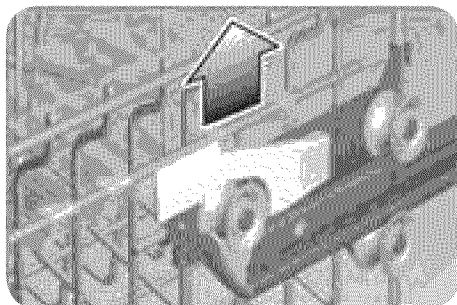

Ilustración 6
- Agarre la parte superior de la rejilla arriba de las agarraderas de la *rejilla superior con ajuste automático de altura* y jálela hacia arriba como se muestra en la **Ilustración 6** hasta que las agarraderas bloqueen la rejilla en su posición (*no es necesario presionar las agarraderas para subir la rejilla*).